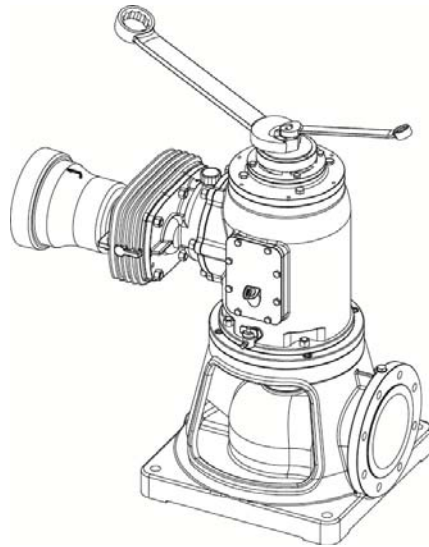

Abbildung 12
- Einen Gabelschlüssel in die flachen Einkerbungen der Antriebswelle **O** stecken und einen weiteren Gabelschlüssel **P** an der Stellmutter ansetzen (Abb. 12).